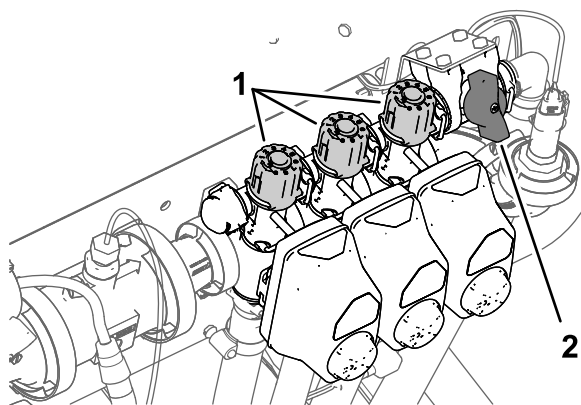

Figura 29
- Disattivate l'interruttore della sezione sinistra e regolate la manopola di bypass della sezione (Figura 29) fino a quando il volume visualizzato non corrisponde al livello precedente in base alla tabella.
- Regolate la manopola di bypass della sezione destra (Figura 29) fino a quando il volume visualizzato non corrisponde al livello precedente in base alla tabella.
- Regolate la manopola di bypass della sezione centrale (Figura 29) fino a quando il volume visualizzato non corrisponde al livello precedente in base alla tabella.